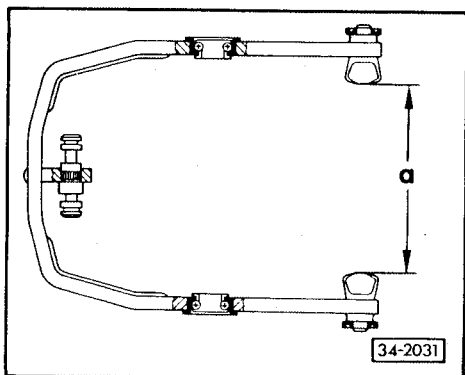

Fig. 5 Fourchette avec segments de commande montés
♦ Avec segment de commande ⇒ fig. 5
- ◆ Avec segment de commande ⇒ fig. 5
- ◆ Extraction à la presse ⇒ fig. 5